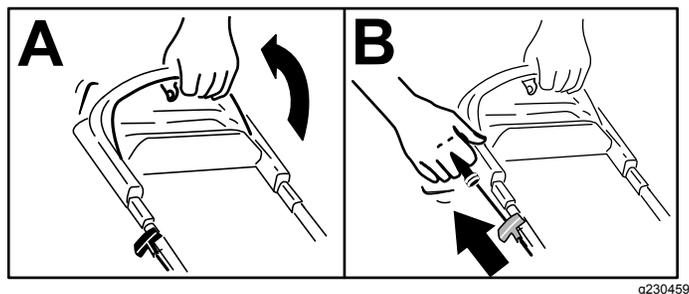

Figure 14
1. Maintenez la barre de commande de la lame contre le guidon (A de Figure 14).
2. Tirez légèrement la poignée du lanceur jusqu'à ce que vous sentiez une résistance, puis tirez vigoureusement et laissez le lanceur se rétracter lentement jusqu'au guide-câble sur le guidon (B de Figure 14).